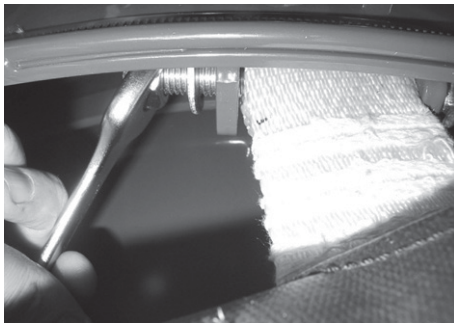

fig. 31
6) Tighten the M12 Autoblock nut (pos. 1, Fig.3) properly to the bolt to fix it firmly to the structure of the tie-rod for clamps (Fig. 31).
6) Die selbstsperrende Mutter M12 (Pos. 1 Abb. 27) fest auf dem Schraubbolzen anziehen, um diesen an der Struktur des Gurtzugankers zu befestigen (Abb. 31).
6) Serrer à fond l'écrou de sûreté M12 (pos. 1, fig.27) au boulon de manière à le fixer solidement à la structure du tirant pour bandes (Fig. 31).
6) Avvitare ben stretto il dado Autoblock M12 (pos. 1, fig. 27) al bullone in modo da fissarlo saldamente alla struttura del tirante per fasce. (Fig. 31)